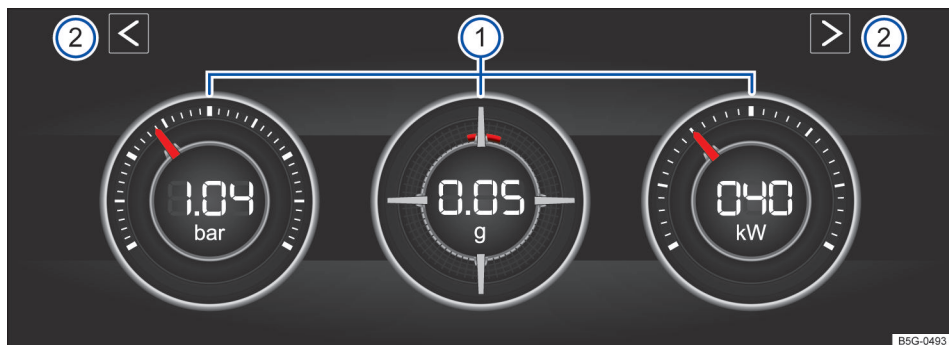
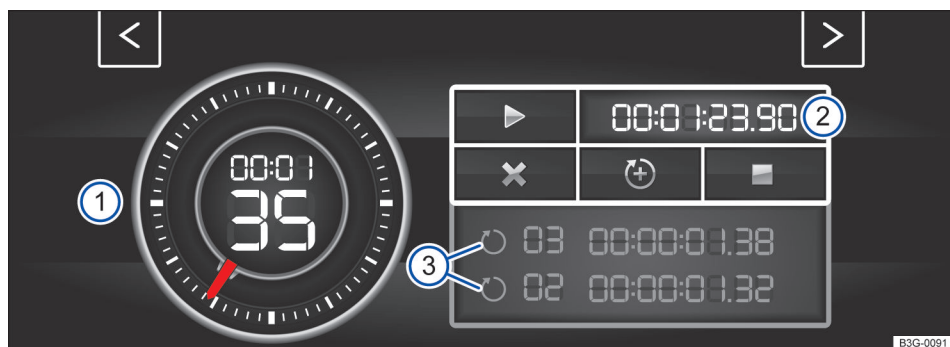
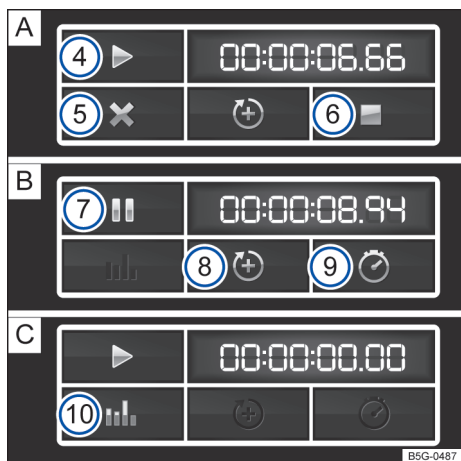

Fig. 27 Na tela do sistema Infotainment: módulo de potência.
Fig. 28 No display do sistema Infotainment: Laptimer com cronômetro, superfície de função e tempos de voltas.
Fig. 29 Superfície de função no display do sistema Infotainment: medição do tempo na volta **A** parada, **B** em execução e **C** concluída.
Legenda para Fig. 27
Se você desejar alternar entre o módulo de potência e o Laptimer → Página 38 tocar em uma das teclas de seta à esquerda e à direita acima dos instrumentos em → Fig. 27 ②.
O display pode exibir, no máximo, 3 instrumentos simultaneamente. Cada um dos instrumentos pode ser selecionado para cada uma das áreas de exibição → Fig. 27 ① (esquerda, central, direita).
- **Indicação da pressão de carga:** a indicação da pressão de carga → Fig. 27 ① (à esquerda) exibe a pressão no circuito do ar de sobrealimentação entre o turbocompressor e o motor (na unidade "bar"). Quanto mais o ponteiro ficar à direita na escala, maior será a potência que o motor desprenderá.
- **Medidor de aceleração (G-Meter):** o medidor da aceleração (G-Meter) → Fig. 27 ① (central) indica na área central o valor da aceleração (na unidade "g"). A marcação vermelha na área disposta em tela indica a intensidade da aceleração e a direção da força que atua (conforme os princípios físicos contrários). Se você, por exemplo, conduzir para a esquerda, a marcação vermelha do instrumento se moverá na área direita do instrumento (e vice-versa). Ao acelerar, a marcação vermelha se moverá para baixo. Ao frear, a marcação vermelha se moverá para cima. A intensidade da aceleração é indicada pela posição da marcação vermelha de dentro para fora. Se a aceleração aumenta, a marcação vermelha é excluída da área central. ►
- **Indicação de potência:** a indicação de potência → Fig. 27 ① (à direita) exibe a potência do motor atualmente utilizada como valor digital e na escala adjacente (em kW).
Legenda para **Fig. 28** e **Fig. 29**
Iniciar e continuar com a medição do tempo	<p>Tocar a superfície de função para iniciar ou continuar ► → Fig. 29 A ④.</p> <p>Com a ignição desligada, não é possível nenhuma medição de tempo. É exibida uma mensagem no display.</p> <p>Pressionar Iniciar, para iniciar a medição do tempo. A medição do tempo inicia-se automaticamente, assim que o veículo se movimenta para frente.</p> <p>Se os dados forem restaurados na estatística, uma nova primeira volta pode ser iniciada.</p>
Finalizar a medição do tempo	Tocar a superfície de função para finalizar ■ → Fig. 29 A ⑥.
Manter a medição do tempo	Tocar a superfície de função para pausar → Fig. 29 B ⑦.
- ⑦ Manter a medição do tempo.
- ⑧ Iniciar a nova volta.
- ⑨ Indicar tempo intermediário.
- ⑩ Indicar estatística.
- No módulo de potência, tocar em uma das telas de setas → **Fig. 27** ② para ir para o Laptimer.
Com as teclas de seta → **Fig. 27** ② ou → **Fig. 28** você pode alterar a qualquer momento entre Laptimer e módulo de potência.
Iniciar a nova volta	Tocar a superfície de função para adicionar uma nova volta → Fig. 29   . O último tempo da volta é salvo e uma nova volta é iniciada. O tempo total das voltas é indicado na estatística.
Cancelar a volta atual	Tocar a superfície de função para cancelar → Fig. 29   . Com uma medição de tempo em execução, tocar a superfície de função para pausar   . A medição do tempo é cancelada e o tempo da curva é apagado. É exibido --: --:--.-- na estatística.
Indicar tempo intermediário	Tocar a superfície de função para o tempo intermediário  → Fig. 29   . O cronômetro → Fig. 28  para por alguns segundos e o tempo intermediário é indicado.
Indicar estatística	Após a finalização ou o cancelamento da medição do tempo, tocar a superfície de função para a estatística → Fig. 29   . A estatística indica o número de voltas, o tempo total, a volta mais rápida e a mais lenta, o valor médio de todos os tempos das voltas e todos os valores das voltas. Ao tocar a superfície de função  , você alterna para o menu anterior.
Restaurar os dados da estatística	Tocar a superfície de função para a estatística → Fig. 29   . Excluir os dados, tocando a superfície de função Restaurar.